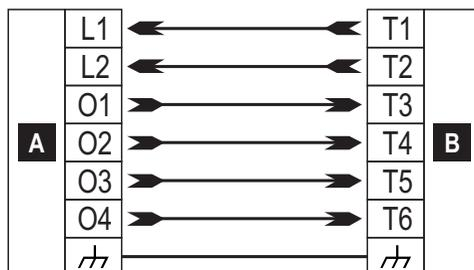

Figure 6 – Exemple de schéma de câblage pour la gestion de la centrale **Kyo320** par le biais de l'application **ConnectAlarm**.
- **Kyo320** : les options des entrées et des sorties sont définies pour gérer une centrale **Kyo320**. La centrale peut être branchée au transmetteur, comme indiqué dans la figure 6.